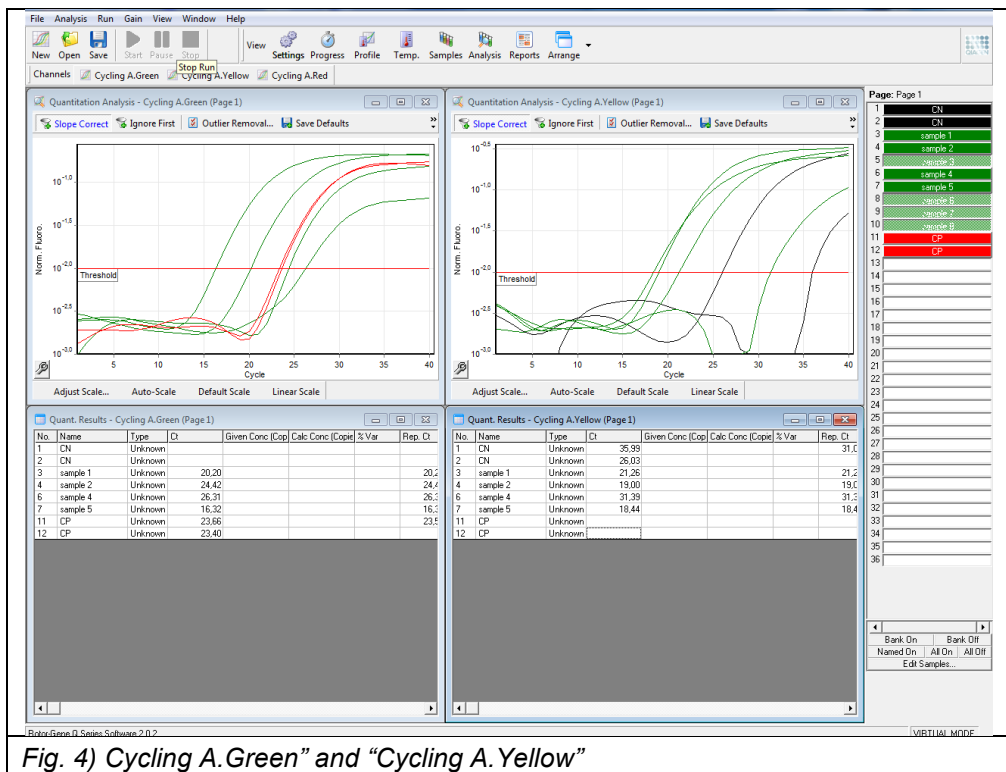
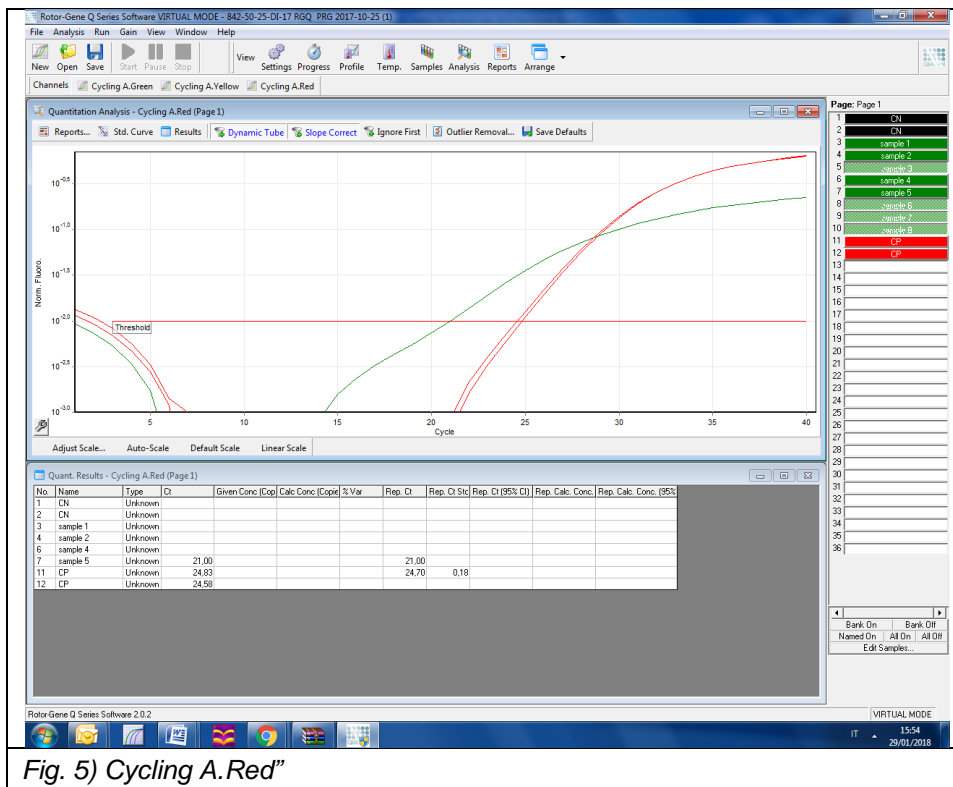

Fig. 4) "Cycling A.Green" and "Cycling A.Yellow"
Fig. 5) Cycling A.Red”
- Selezionare "Analysis", "Quantitation", selezionare il canale di interesse: "Cycling A.Green" "Cycling A.Yellow" (fig. 4) oppure "Cycling A.Red" (fig. 5), "Show".